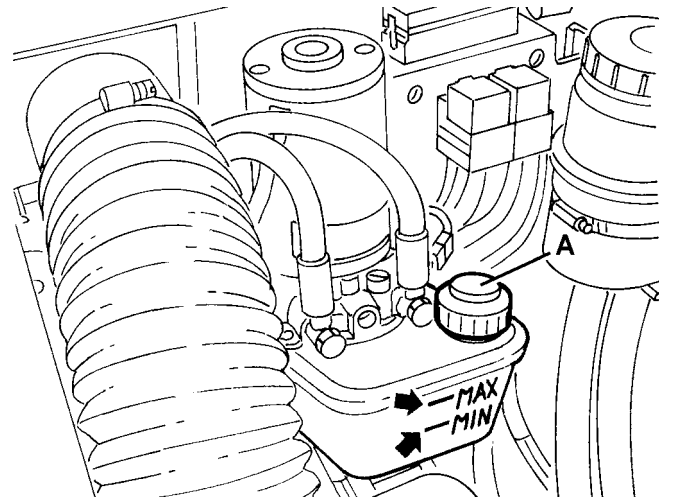

Abbildung 25
1. Die Feststellbremse mittels des Pedals (84) und des Hebels (76) betätigen.
2. Den Zündschlüssel (69) auf „0“ drehen.
3. Die Haube (23) öffnen und durch die Stützstange (55) halten.
4. Prüfen, dass den Ölstand im Tank (41) zwischen den Markierungen von Mindeststand (MIN) und Höchststand (MAX) liegt, die in Abb. 25 gezeigt sind.
5. Falls nötig, den richtigen Stand durch den Deckel (A, Abb. 25) mit dem Öl wiederherstellen, das im Abschnitt „Technische Daten“ gezeigt ist.
6. Die Stützstange (55) auslösen und die Haube (23) schließen.